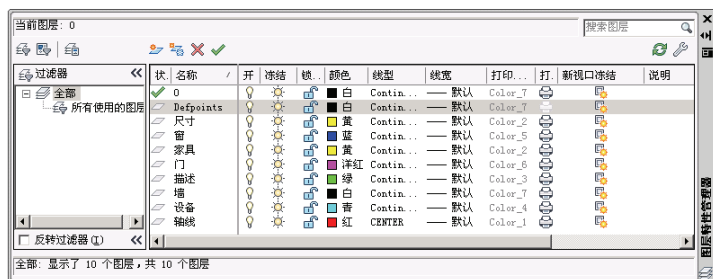

图 7-13 图层设置
- (1) 按【Ctrl+N】组合键新建图形。
- (2) 按照图 7-13 所示的图层要求设置相应的图层以及线型。